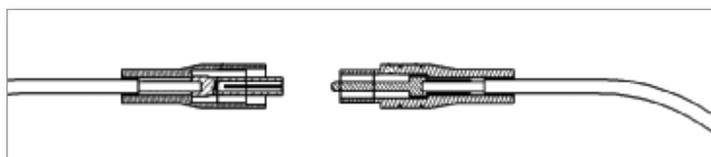

Figura 19-33 Estremità terminali a scollegamento rapido per termocoppia
- connettore terminale per termocoppia - vedere la Figura 19-33